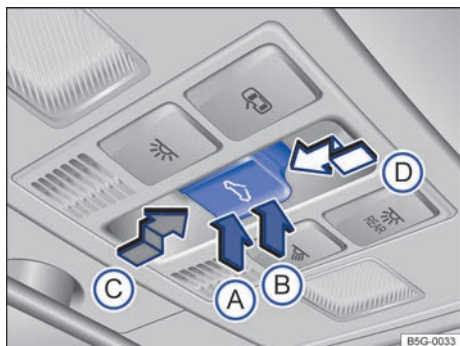

Fig. 41 En el revestimiento interior del techo: tecla del techo corredizo y deflector panorámico eléctrico.
La tecla \Rightarrow fig. 41 tiene dos niveles. En el primer nivel se puede levantar, abrir o cerrar el techo total o parcialmente.
Función	Cómo se ejecuta \Rightarrow fig. 41
- *Techo corredizo y deflector panorámico eléctrico*: antes de que transcurran aprox. 5 segundos desde la activación de la función antiaprisionamiento, presione la tecla  \Rightarrow fig. 41 hasta el segundo nivel en el sentido de la flecha  y manténgala en esa posición hasta que el techo se cierre completamente.